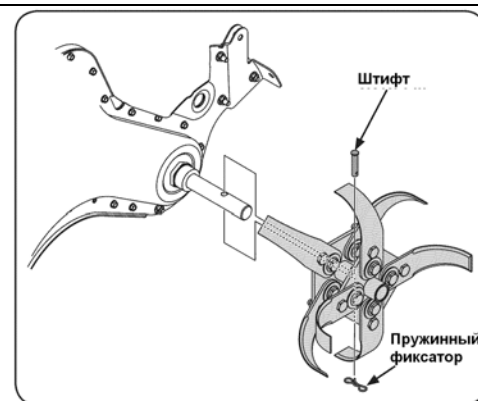

Рис.29
3. Для того, что бы снять фрезы, удалите пружинный фиксатор, удерживающий штифт с каждой стороны. Рис. 29.